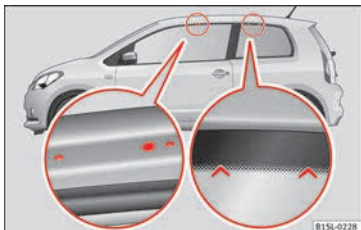

Abb. 137 Befestigungspunkte für Grundträger und Dachgepäckträger in 2-türigen Fahrzeugen.
2-türige Fahrzeuge: Die Bohrungen und Markierungen der Befestigungspunkte für die vorderen Grundträger befinden sich im unteren Bereich der Dachholme » **Abb. 137** (links vergrößertes Bild). Die Bohrungen und Markierungen sind nur bei geöffneter Tür sichtbar.
Die Markierungen der Befestigungspunkte für die hinteren Grundträger befinden sich im oberen Bereich der Fenster » **Abb. 137** (rechts vergrößertes Bild).
- Den Grundträger nur an den in der Abbildung gezeigten Markierungen befestigen » **Abb. 137**.